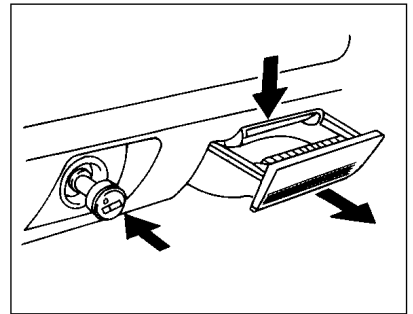

图 1-18 点烟器和烟灰缸的操作
(4) 点烟器和烟灰缸的操作，如图 1-18 所示。按入点烟器后取出，点烟器可以使用，不要按入不放。烟灰盒用完后，应推入原位。否则，未烧完的烟头就会引起其他烟头着火，而导致火灾。向下按限位板，可取下烟灰盒。